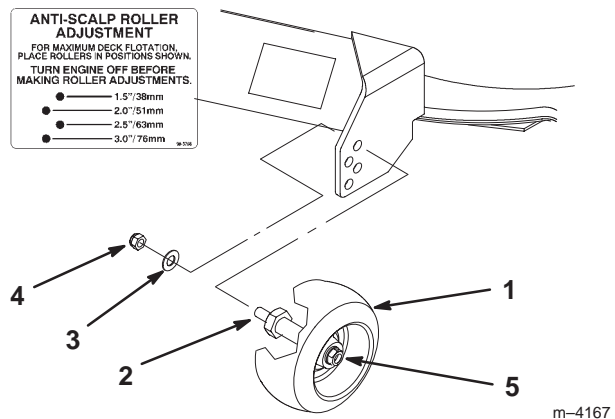

Bild 12
2. Entfernen Sie nach dem Einstellen der Schnitthöhe die Mutter und Scheibe, während Sie den Bolzen mit einem Schraubenschlüssel festhalten (Bild 12).
Hinweis: Entfernen Sie nicht die Radmutter und Scheibe (Bild 12).
3. Wählen Sie ein Loch, bei dem die Radstelze der gewünschten Schnitthöhe so nahe wie möglich ist (Bild 12).
4. Montieren Sie die Bolzenmutter und Scheibe (Bild 12).